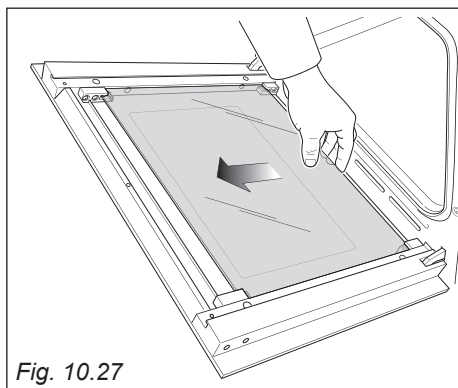

Fig. 10.27
- Sganciare il vetro intermedio dai morsetti inferiori spingendolo nel senso della freccia (fig. 10.27).